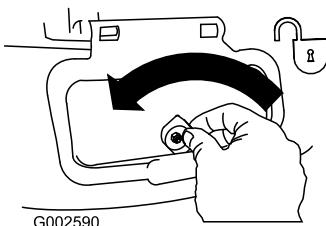

Рисунок 37
- Разблокируйте боковую выпускную дверцу (Рисунок 37).